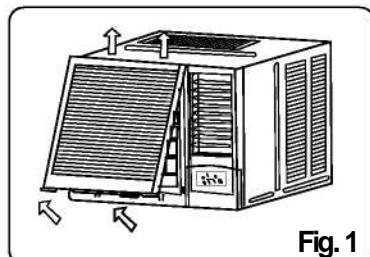

Fig. 1
1. Uhvatite otvor ispod prednjeg panela, zatim podižite ka spolja i uklonite prednji panel (Pogledajte Fig.1).